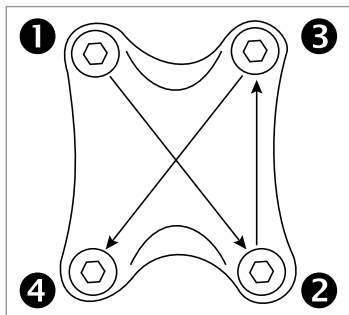
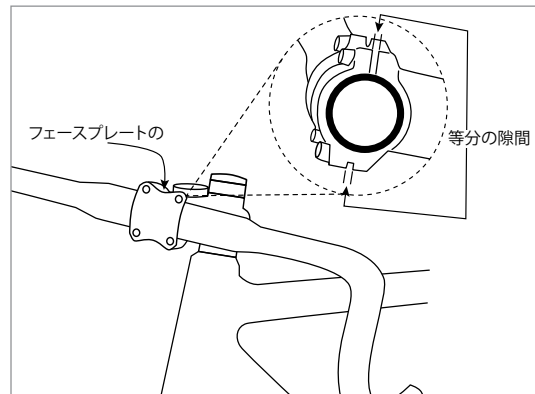

図 3
図 4
- 図3の締め付け手順に従ってフェースプレートボルトを交互に締めます。各ボルトを5~8Nmのトルクになるまで半回転ずつ回転させます。各コンポーネントに定められた最大トルクを超えないようにします。次に、フロントキャップとハンドルバークランプの後部部分の上下の隙間を確認して、両者が等しいことを確認します(図4)。